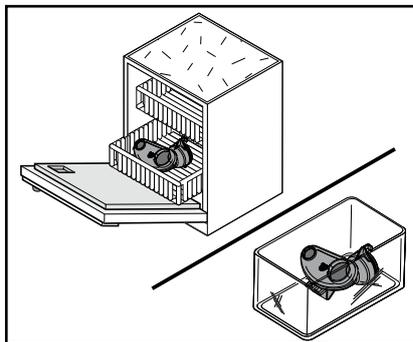

Fig. 29
- e. Nettoyez l'insert mixte avec la bague d'étanchéité (fig. 29) :